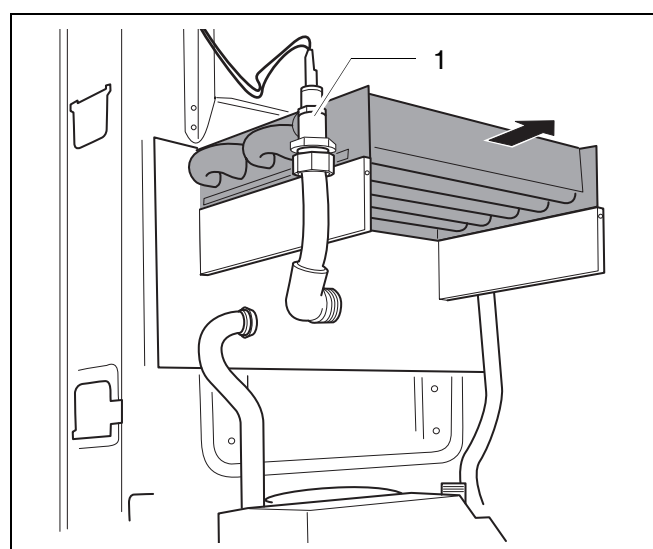

fig. 42 Enlever l'échangeur de chaleur
- Desserrer le câble du limiteur de température de sécurité (fig. 42, pos. 1).
- Enlever l'échangeur de chaleur (fig. 42).